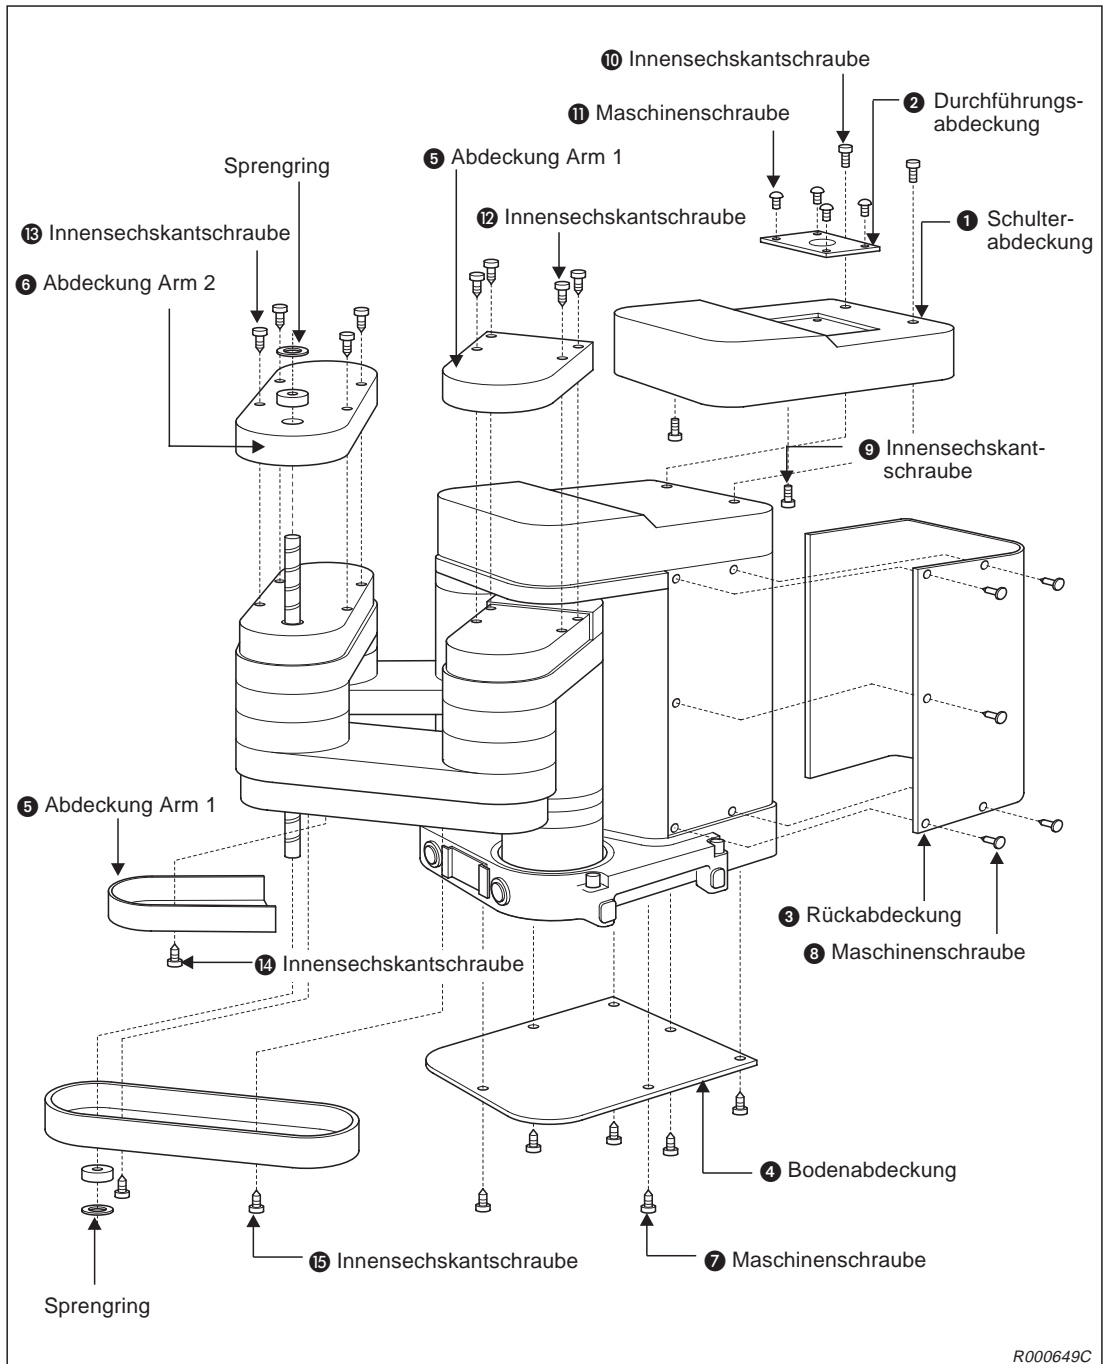

Abb. 5-2: Lage und Bezeichnung der Gehäuseabdeckungen
- ① Stellen Sie sicher, dass die Versorgungsspannung des Steuergerätes ausgeschaltet ist.
- ② Entfernen Sie die Schulterabdeckung des Roboterarms (siehe Abb. 5-2).
- ③ Überprüfen Sie den Zahnriemen auf Beschädigungen und Verschleiß (siehe Abs. 5.3.3).
- ④ Prüfen Sie die Zahnriemenspannung (siehe Werte in Tab. 5-5, Seite 5-19).
- ④ Entfernen Sie die Bodenabdeckung ④ des Roboterarms (siehe Abb. 5-2).
- ⑤ Überprüfen Sie den Zahnriemen auf Beschädigungen und Verschleiß (siehe Abs. 5.3.3).
- ⑥ Prüfen Sie die Zahnriemenspannung (siehe Werte in Tab. 5-5).
- ② Entfernen Sie die Abdeckung des Arms 1 (siehe Abb. 5-2).
- ④ Prüfen Sie die Zahnriemenspannung (siehe Werte in Tab. 5-5).